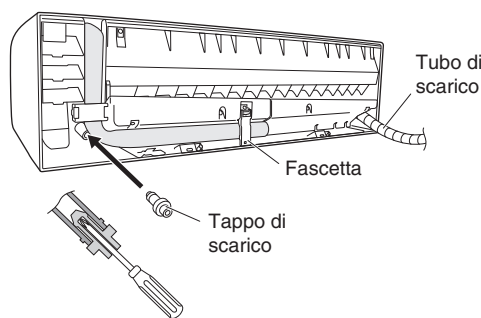

Fig. 3-30
- (d) Reinstallare il tubo di scarico sul lato sinistro e il tappo di scarico su quello destro. (Fig. 3-30)
- (3) Installare l'unità interna sul pannello posteriore.
- (4) Collegare i tubi e i cavi provenienti dall'esterno.
- (5) Dopo avere verificato con una prova di tenuta l'assenza di perdite fasciare tra loro i tubi con del nastro rinforzato e sistemarli bene nell'apposito spazio dietro l'unità interna bloccandoli con le apposite fascette. (Figs. 3-30 e 3-32)